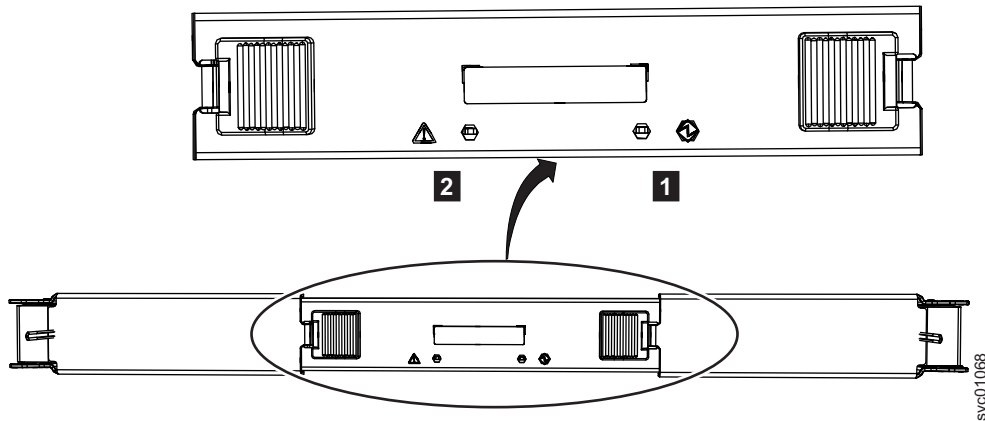

図 58. 2 次拡張モジュールの LED
2. 交換する 2 次拡張機構モジュールを識別します。図 58 は、2 次拡張モジュール上部の LED を示しています。